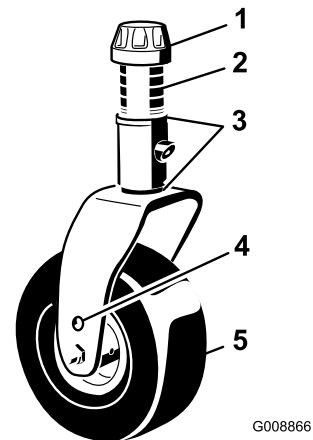

Figura 105
1. Retire a tampa de tensionamento do eixo roscado e desloque o fuso para fora do braço da roda giratória (Figura 105). Volte a montar os calços para levantar ou baixar a roda giratória até obter uma inclinação correta da unidade de corte.